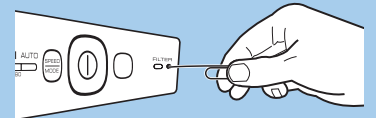

Fig. 18
- 6 Press the Reset button by inserting a paper-clip into the Reset button hole. Hold for a beep to sound to indicate the unit has been reset. (Fig. 18).
- 6 Appuyer sur le bouton de réarmement en introduisant un trombone dans le trou du bouton de réarmement. Appuyer jusqu'à ce qu'un bip se fasse entendre et indique ce faisant que l'appareil a été réarmé. (Fig. 18).
- 6 Oprima el botón de reinicio insertando un clip para papel en el orificio del botón de reinicio. Espere a que haya un sonido “bip” que indique que la unidad ha sido reiniciada. (Fig. 18).